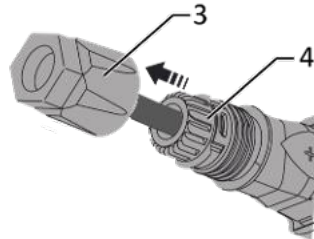

Abb. 23. Einsatz in Hülse schieben
2. Feder so schließen, dass die Feder einrastet, und Einsatz in die Hülse schieben (siehe Abb. 23).